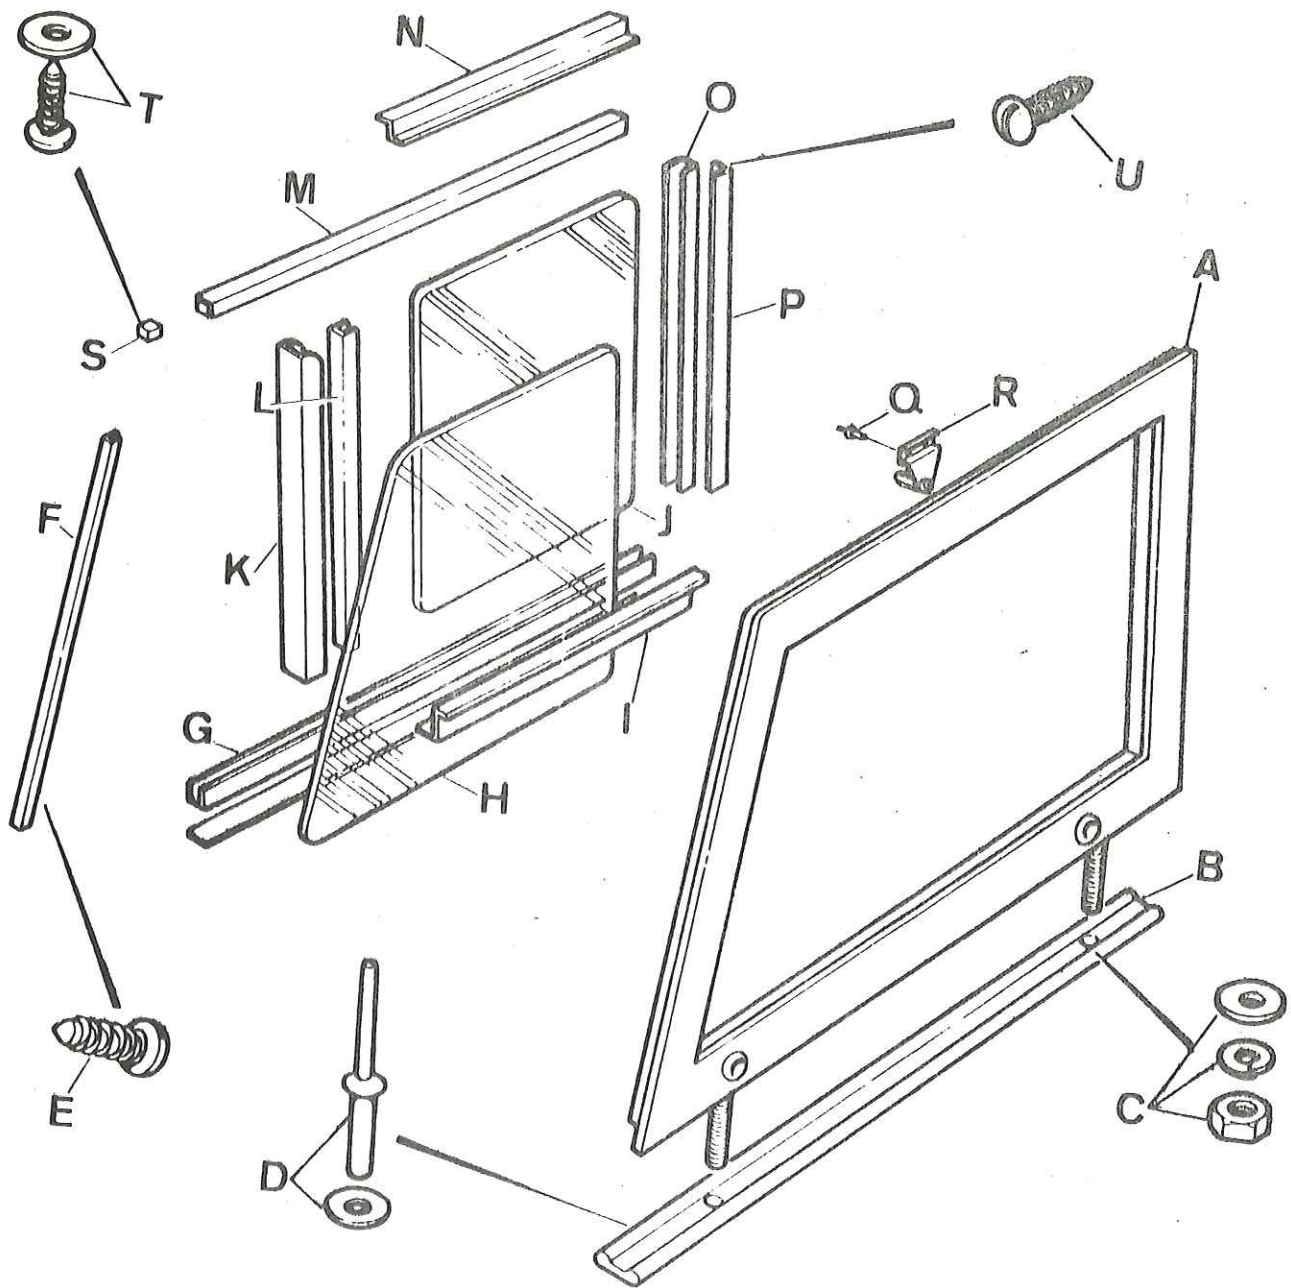

Fig. Q1-23 Desmontaje ventanilla lateral
- 3.1. Soltar los elementos de fijación, C (Fig. Q1-23) y extraer verticalmente hacia arriba el conjunto ventanilla.
- 3.2. Si fuese necesario, se sustituirá la junta, B (Fig. Q1-23) rompiendo los elementos de fijación, D, para extraer ésta.
- 4.1. Desplazar el cristal, J (Fig. Q1-23) para permitir el acceso a los tornillos, U, de fijación de la canal, M, y extraer los tornillos.
4.3. Desmontar si fuese necesario su sustitución, la canal, G (Fig. Q1-23) inferior, soltando sus tornillos, U, de fijación.